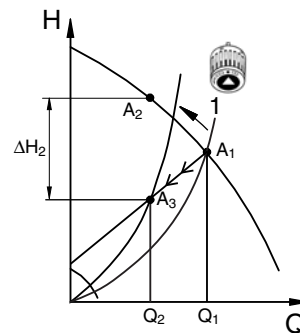

Abb. 12 Pumpe mit eingestellter
Bei Heizungsanlagen mit einer ALPHA2/3, die auf die Proportionaldruckregelung eingestellt ist, wird bei reduzierter Fördermenge (Q) die Förderhöhe (bzw. der Druck) um ΔH_2 und damit der Stromverbrauch gesenkt. Siehe Abb. 12.